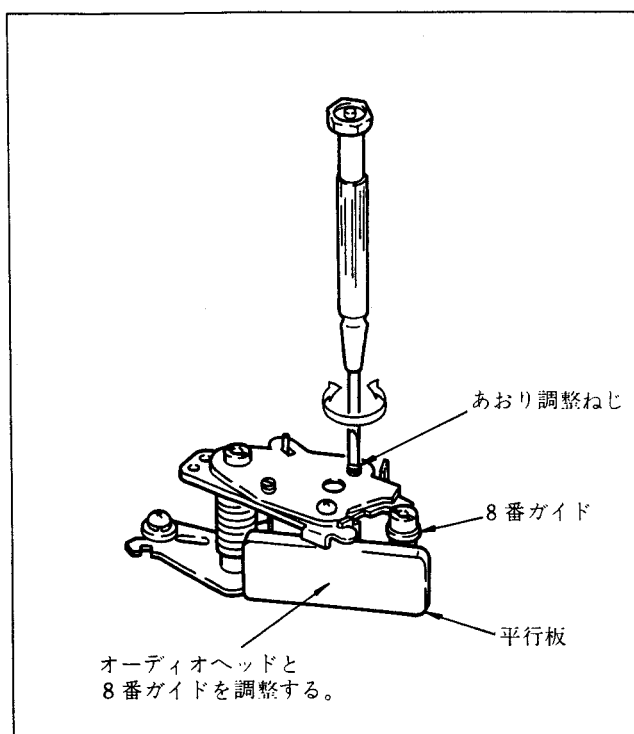

図4-9.
- 1) 治工具の平行板(SL-0657)を図4-9.に示すようにあて、あおり調整ねじを回しオーディオヘッドを垂直に調整する。